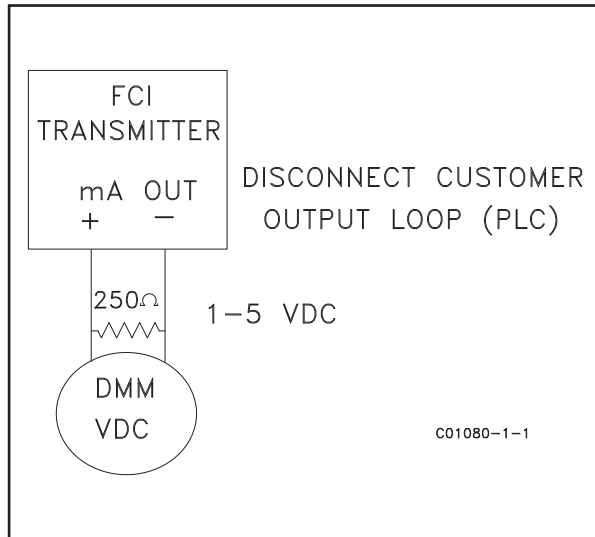

Figura 20
- A. Per leggere da 1 a 5 volt, scollegare entrambi i circuiti ad anello di uscita e collegare una resistenza di precisione da 250 ohm al terminale di uscita (Figura 20). Quindi collegare il DMM per leggere la caduta di tensione attraverso la resistenza.